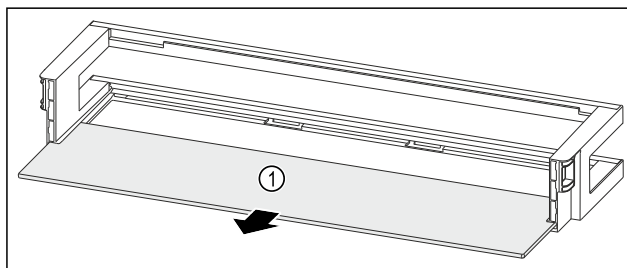

Fig. 163 Dörrfack med hylla
- ▶ Ta ut hyllan Fig. 163 (1).